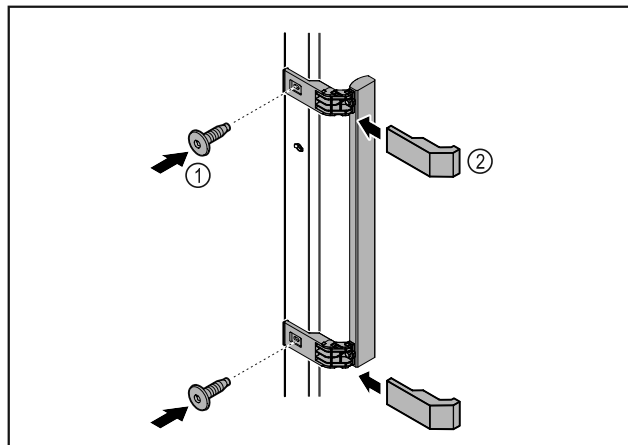

Fig. 3
- ▶ Montirajte ručku iz vrećice s priborom s pomoću priloženih vijaka Fig. 3 (1) na vrata.
- ▶ Postavite poklopac Fig. 3 (2).